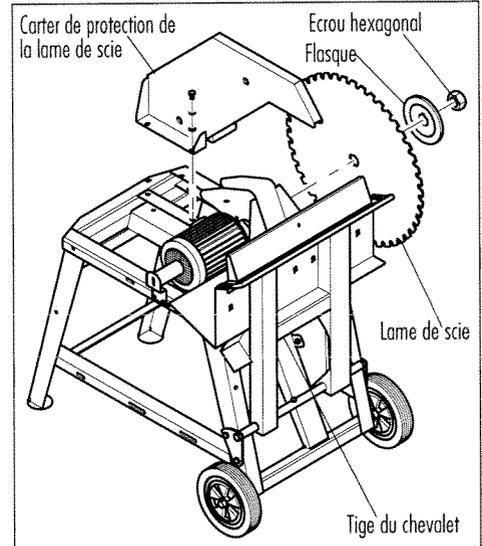

Figure 11 - Remplacement de la lame de scie
1. Vérifier que la lame de scie bénéficie d'une assise solide. Au besoin, resserrer les écrous hexagonaux (voir Figure 11 - Remplacement de la lame de scie).